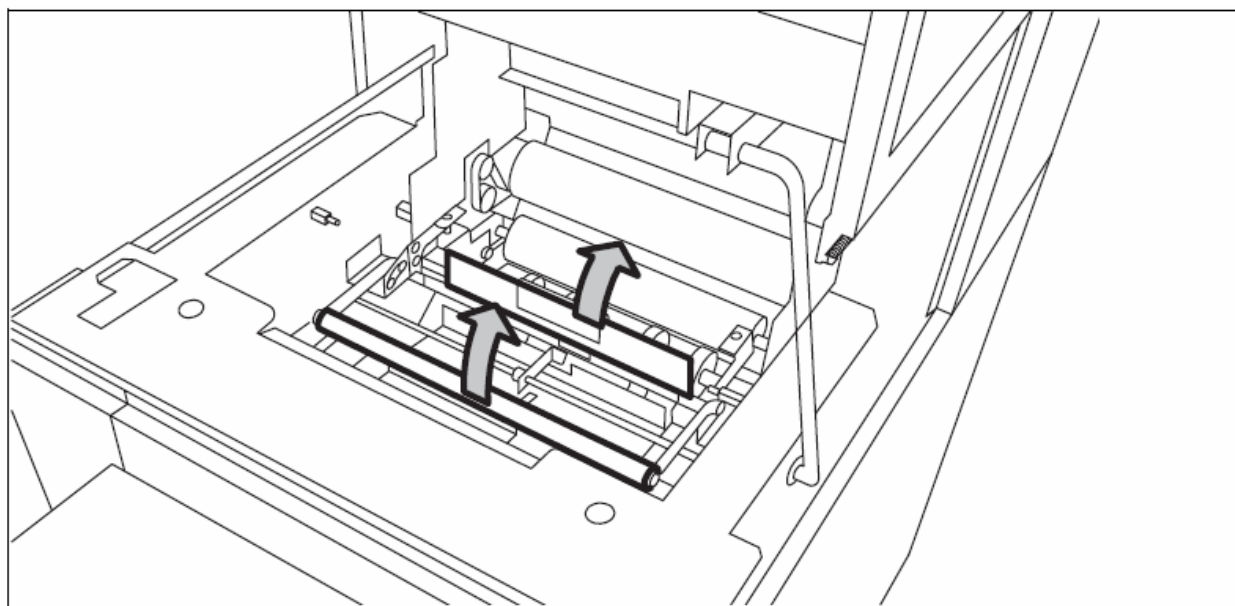

Рисунок 139: Показано, как открывать направляющую пластину
6. Откройте плату направляющей с ручьями зеленого цвета (смотрите рисунок 139).